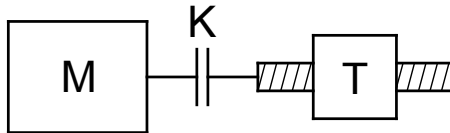

Bild 1: Direktantrieb
Ein Maschinentisch T soll über einen Kugelgewindetrieb translatorisch bewegt werden. Nach Bild 1 wird die Kugelspindel direkt von einem Elektromotor M mit der Drehzahl $n_M = 4000 \text{ min}^{-1}$ angetrieben. Für die Auslegung der Schaltkupplung K wird angenommen, dass die Motordrehzahl während des Schaltvorganges konstant bleibt und der Maschinentisch am Anfang stillsteht. An der Spindel wirkt ein konstantes Lastmoment von $T_L = 15 \text{ Nm}$.
- Ermitteln Sie das erforderliche Kupplungsreibmoment (Schaltmoment) für den Direktantrieb (Bild 1).
- Beschreiben Sie qualitativ die Auswirkungen, wenn bei dem Direktantrieb (Bild 1) eine Kupplung mit einem Kupplungsnennmoment von $T_{KNS} = 12 \text{ Nm}$ eingebaut wurde.